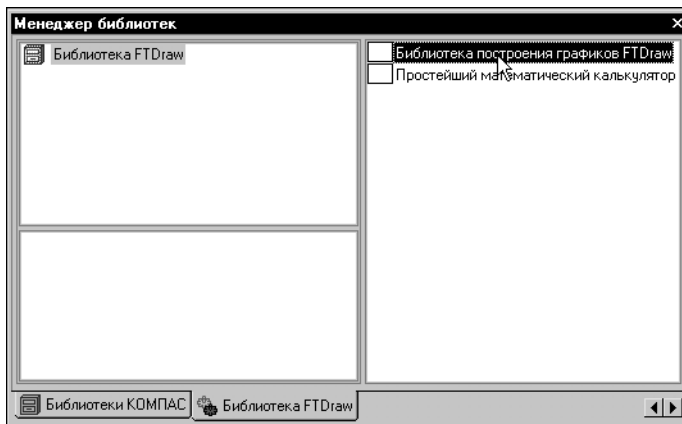

Рис. 48.3. Выбор библиотеки построения графиков
4. Выберите библиотеку построения графиков (рис. 48.3).